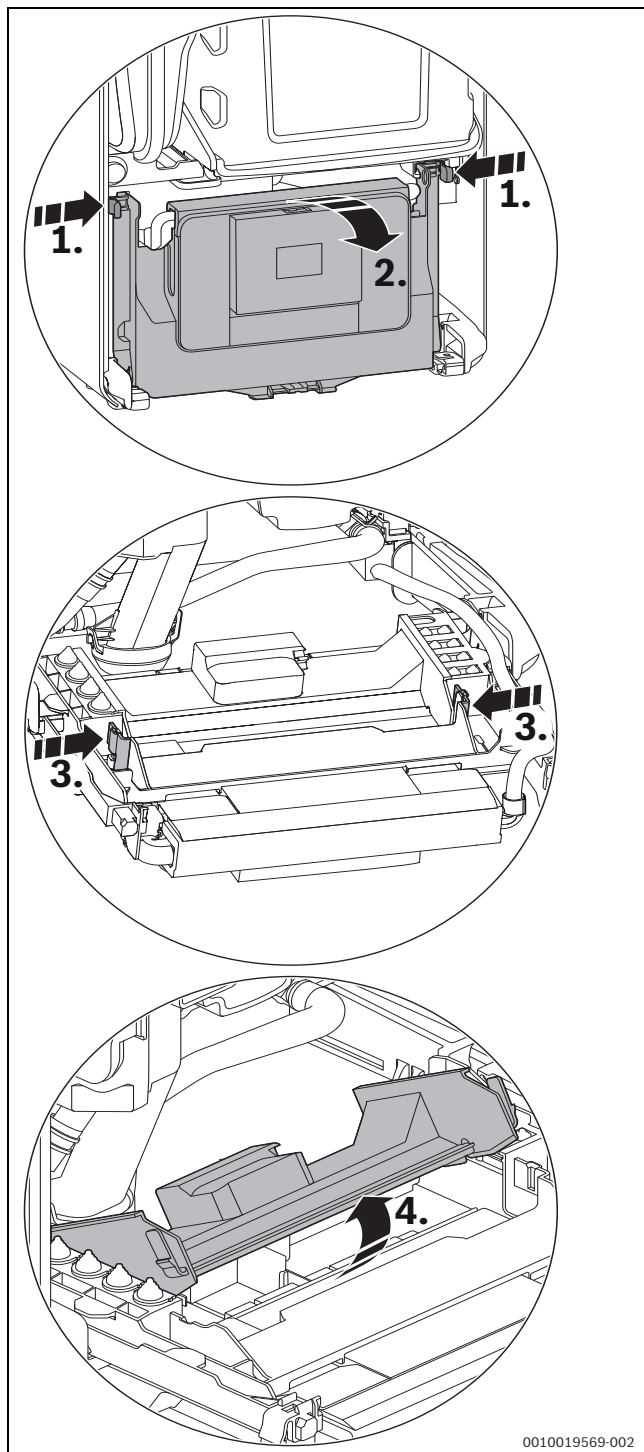

Fig. 27 Abrir o aparelho de comando
- ▶ Inclinar o painel de controlo para baixo (→ fig. 27).
- ▶ Rebater o aparelho de comando para baixo (→ Fig. 27, página 20).